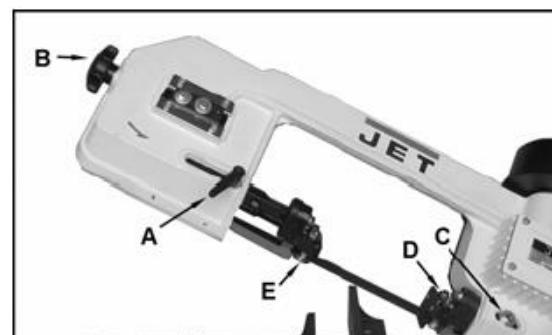

Рис.10
Вращайте ручку натяжения полотна (В, Рис.10), пока не достигнете необходимого натяжения.
Ослабьте направляющую рукойткой (А, Рис.10) и переместите опорный узел (Е) как можно ближе к отрезаемой заготовке.
Ослабьте гайку (С, Рис.10) и переместите опорный узел (D) как можно ближе к отрезаемой заготовке. Закрепите гайку.